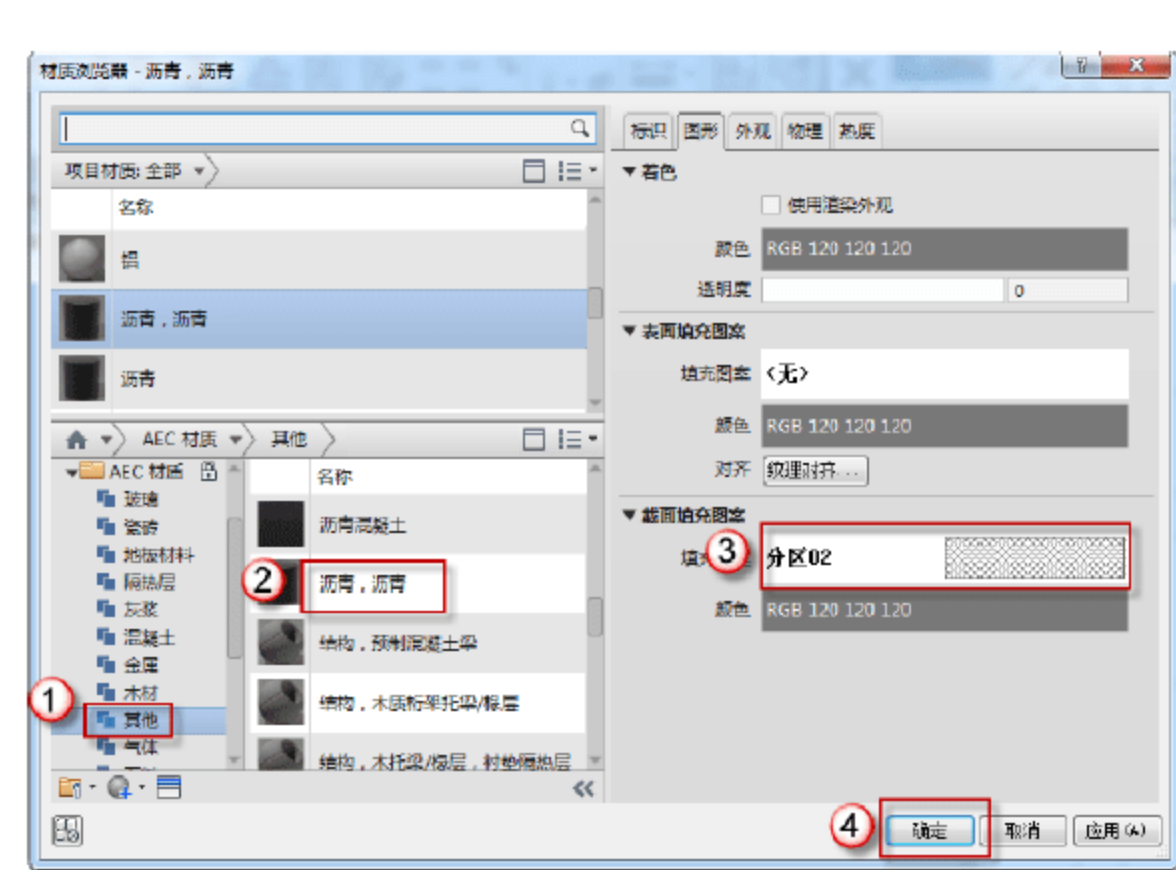

图 9.2.7 编辑“衬底[2]”材质
(6) 编辑“衬底[2]”材质。在“编辑部件”对话框中，单击“衬底[2]”对应的“材质”单元格右上角的“浏览”按钮，在弹出的“材质浏览器”对话框中，在“AEC 材质”下选择“其他”→“沥青，沥青”，填充图案选择“分区 02”图案，如图 9.2.7 所示。单击“确